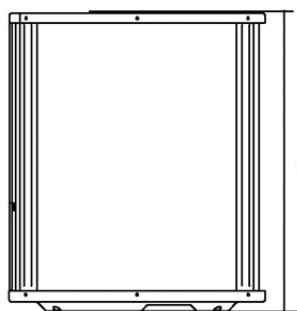

Abb. 6-5
- Der in der Installationsabbildung angegebene Mindestabstand zwischen dem Außen- und dem Innengerät gilt nicht unbedingt für einen luftdichten Raum. Lassen Sie zwei der drei Richtungen offen (M,N,P) (Siehe Abb. 6-5)